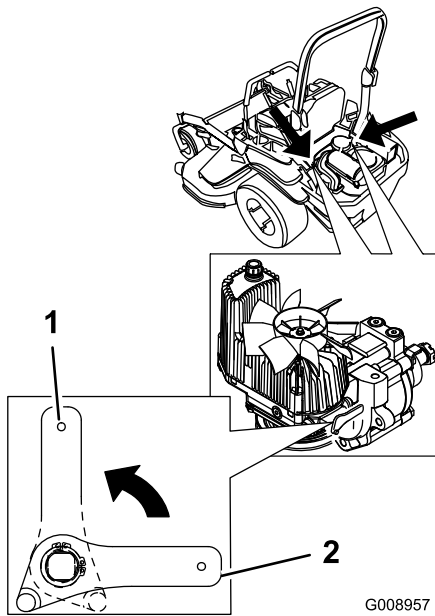

Bild 38
2. Drehen Sie zum Schieben der Maschine die Hebel des Ablassventils in die vertikale Stellung (Bild 38).
4. Stellen Sie die Ablassventilhebel zum Verwenden der Maschine horizontal (**Bild 38**).